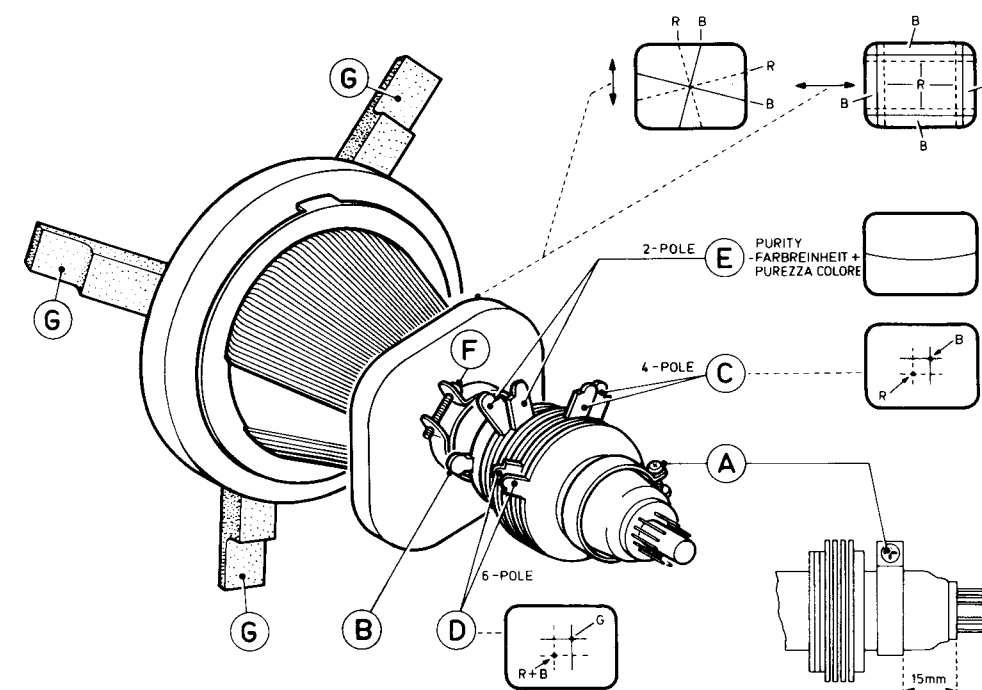

Fig. II-4
Die hiernach beschriebenen Farbreinheits- und Konvergenzeinstellungen braucht man nur durchzuführen wenn eine vollständig neue Einstellung notwendig ist oder wenn eine Bildröhre montiert worden ist. In andern Fällen - z.B. nach Ersatz der Ablenk-Unit, ist es meistens nicht nötig, die Gummikeilen (G in Abb. II-4) zu entfernen. Man braucht dann nur Korrekturen mit der Multipol-Unit vorzunehmen.
**I. Farbreinheit, siehe Abb. II-4**
**II. Statische Konvergenz (siehe Abb. II-4)**